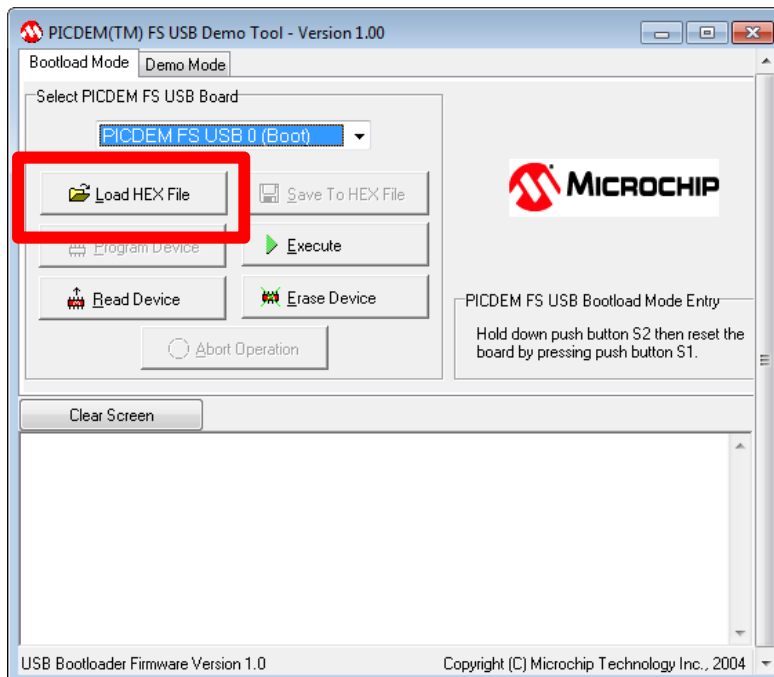

Figura 5 – Selecionando o arquivo HEX.
- **Passo 3** – Selecionar o código que será programado no PIC18F4550. Para isso é preciso clicar no botão “*Load HEX File*” e selecionar o arquivo de extensão HEX desejado, conforme a Figura 5.